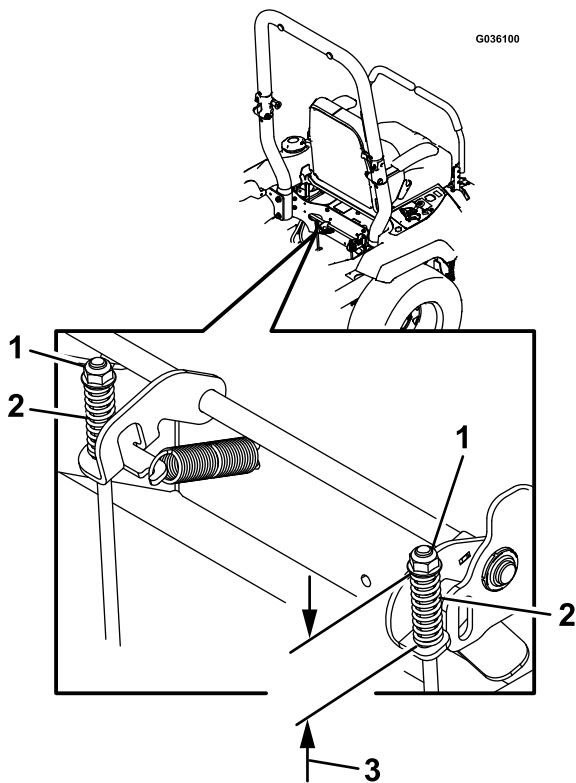

Figura 60
7. Compruebe la longitud de ambos muelles como se muestra en Figura 60. Si se requiere un ajuste, gire la tuerca superior en el sentido de las agujas del reloj para acortar el muelle y en el sentido contrario a las agujas del reloj para alargarlo.